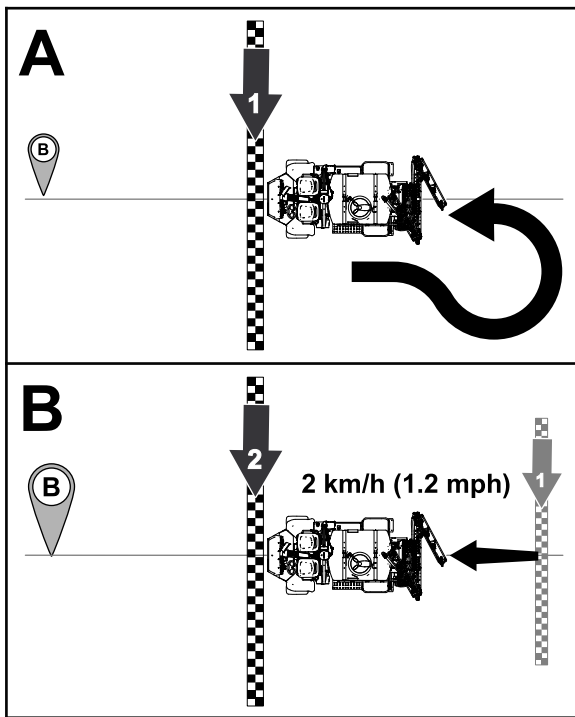

Figure 170
Faites demi-tour avec la machine, alignez-la sur la ligne directrice des positions A et B sur la console de commande (Figure 170).
8. Avant d'atteindre le point B, réglez la vitesse de déplacement de la machine sur 2 km/h, puis engagez le verrouillage d'accélérateur de la machine (Figure 170).